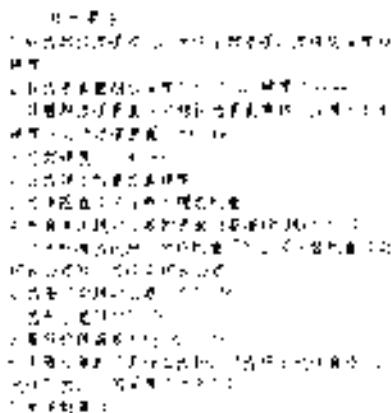

图 8-148 标注技术要求
- 2) 单击“绘图”工具栏中的“多行文字”按钮 **A**，标注技术要求，如图 8-148 所示。